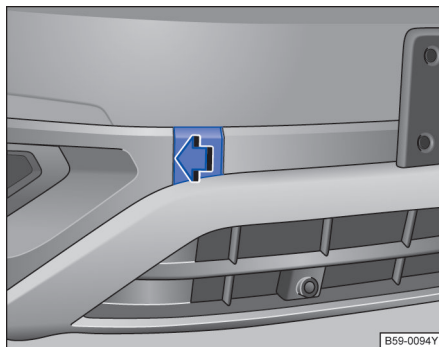

图 250 在保险杠的右前部：拆卸盖板
- 按压盖板的左侧区域 → 图 250（箭头），松开盖板的卡扣。